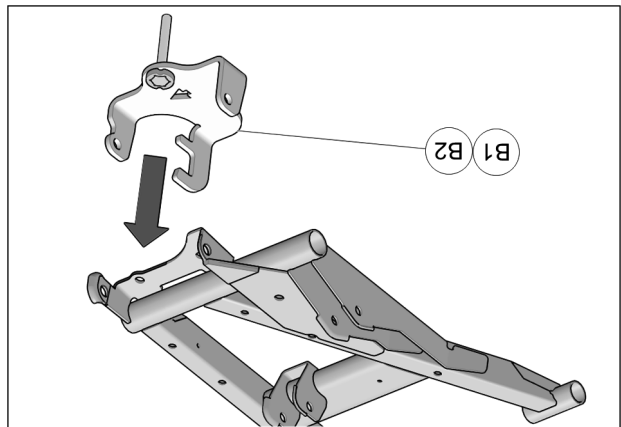

Fig. 7
6. Positionner l'ancrage (B1-B2) au-dessous du bras inférieur de la suspension arrière. L'ouverture en «C» doit se positionner au tube rond avant du bras de suspension. Voir la Fig. 7